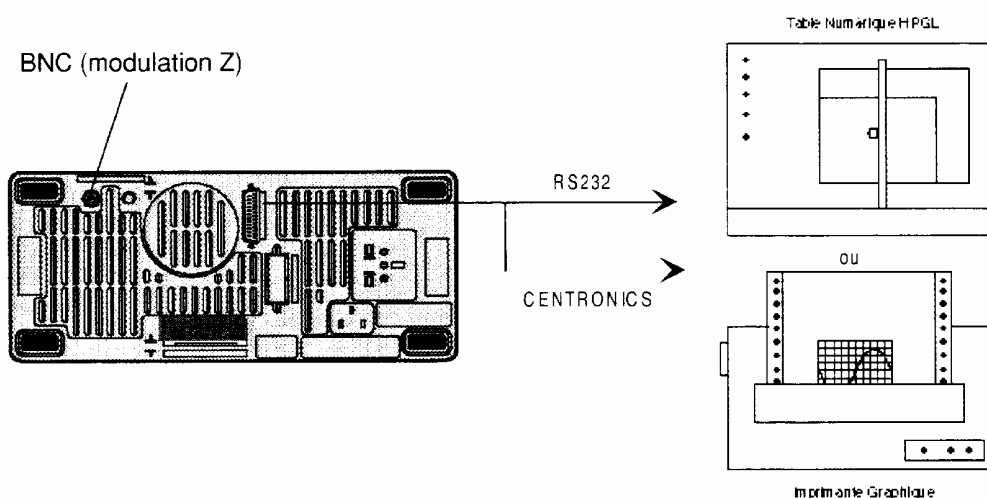

Figure 7 : Principe de connexion de l'oscilloscope à une table traçante ou à une imprimante
- L'interface utilisé pour transférer les données pendant la copie d'écran (voir figure 7 pour une connection typique de l'oscilloscope à une table traçante ou à une imprimante) :